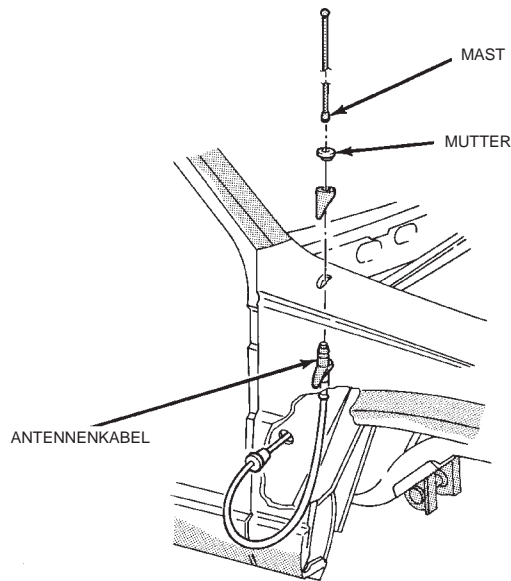

Abb. 19 Antennengehäuse und -kabel aus- und einbauen
- (5) Antennengehäuse samt Kabel durch das Ober teil des Kotflügels hindurch so weit nach unten ablassen, daß das Antennengehäuse vom rechten vorderen Radlauf her gefaßt werden kann (Abb. 19).
- (6) Sicherungsabdeckung von der rechten seitlichen Windlaufverkleidung abziehen.